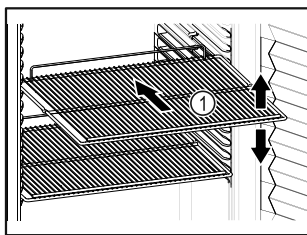

Fig. 86 Примерное изображение
- ☐ Если имеются решетчатые полки Fig. 86 (1), отрегулируйте высоту их установки.